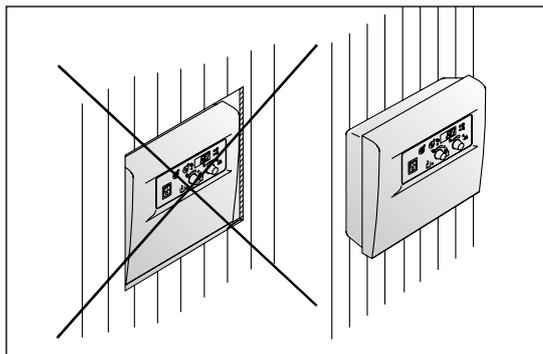

Рисунок 2. Настенный монтаж пульта управления
**Внимание!** Пульт управления нельзя устанавливать впотай в конструкции стен. См. рисунок 2.